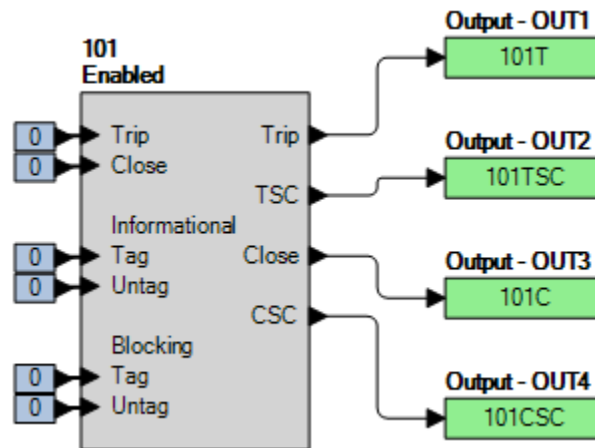

Figure 87-1. Paramètres BESTlogicPlus
Étape 2 : Utilisez BESTCOMSPlus pour configurer la Logique programmable BESTlogicPlus illustrée dans la Figure 87-1.